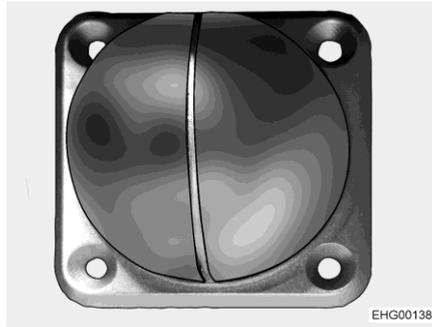
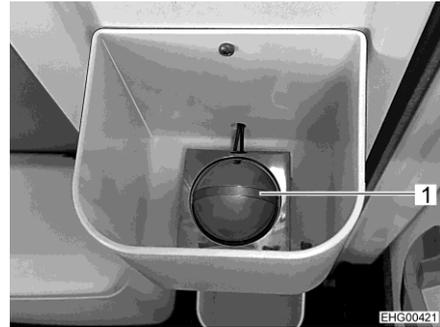

Fig. 63 Station d'accueil (active et passive)
Fig. 64 Station d'accueil active sur la porte cellule
Les stations d'accueil actives (Fig. 63) peuvent se trouver en différents endroits du véhicule, par exemple sur l'étagère de la porte cellule (Fig. 64,1), ou dans la capucine.
La lampe mobile est rétractée (Fig. 65) et est raccordée à une station d'accueil passive (Fig. 63). Exemple d'utilisation : dans la capucine
- Rétracter la lampe (Fig. 65), puis l'insérer dans la station d'accueil active (par exemple Fig. 64,1).